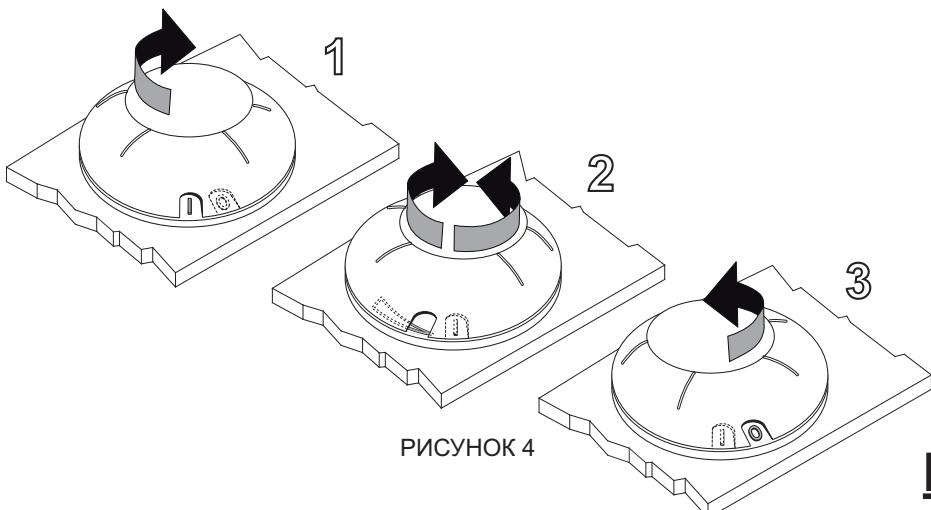

РИСУНОК 4
- При помощи поворота кольца от «О» до «Т» (цифра 1, рисунок 4) гидромассажная система начнет работать.
- Отрегулируйте поток воздуха при помощи поворота кольца по часовой стрелке или против часовой стрелки (цифра 2, рисунок 4) на символ «».
- Чтобы остановить работу системы гидромассажа поверните кольцо на символ «О» (цифра 3, рисунок 4)